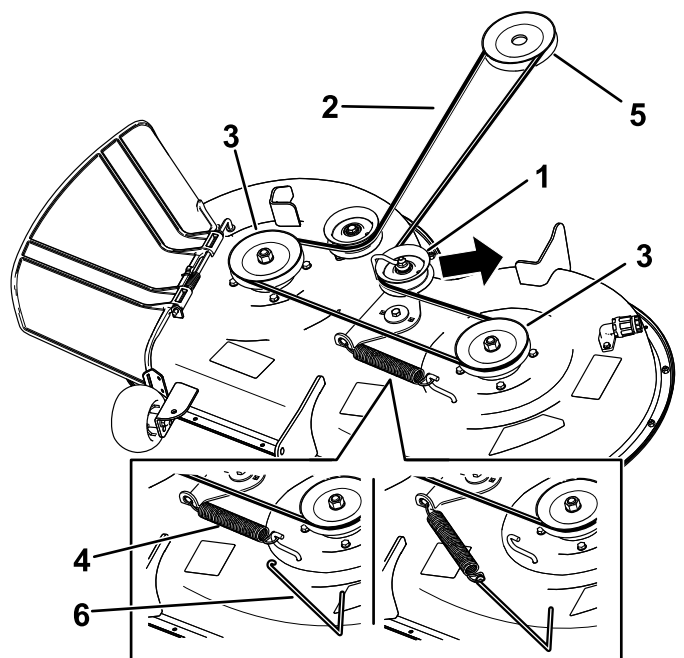

Figura 56
7. Utilize um removedor de molas (Peça Toro n.º 92-5771) para remover a mola intermédia do gancho da plataforma para retirar tensão da polia intermédia e rode a correia para fora das polias (Figura 56).
8. Coloque a nova correia em redor da polia do motor e nas polias do cortador (Figura 56).
9. Utilizando um removedor de molas (peça Toro n.º 92-5771), instale a mola intermédia por cima do gancho da plataforma para colocar tensão na polia intermédia e na correia do cortador (Figura 56).